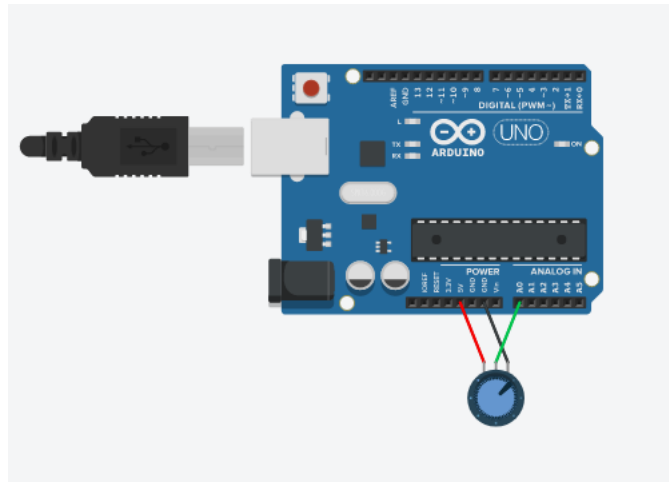

Figura 2: Montagem do circuito com potenciômetro e o Arduino.
1. Monte o circuito mostrado na Figura 2, utilizando uma *protoboard*.